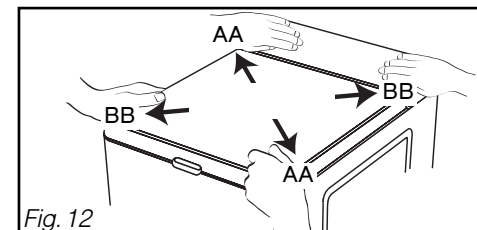

Fig. 12
- Vérifiez la stabilité de la machine en appuyant sur le couvercle en diagonale (sens AA, puis sens BB) (Fig. 12). **Aucun mouvement de l'appareil ne doit être perceptible.**